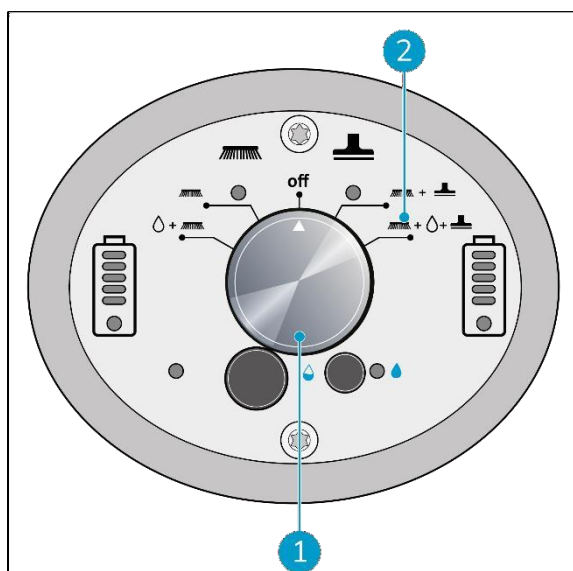

Figura 20
2. Utilice el interruptor principal del i-mop® XL basic (Figura 20, elemento 1) y seleccione MODO 4 Cepillo + Agua/Solución limpiadora + Aspiración en seco (Figura 20, elemento 2).